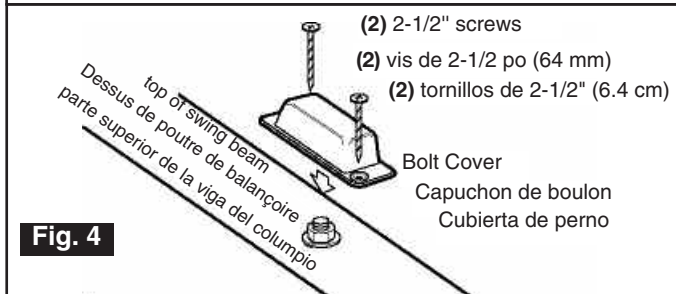

Fig. 4
- Center supports across beam, mark and drill 5/16" holes. Attach using two 2-1/4" hex head bolts, 5/16" flat washers and loc nuts per bracket (Fig. 4).
- Place bolt covers over the top of the swing hangers and loc nuts. Secure to the supports using two 2-1/2" screws per bolt cover (Fig. 4).
- Centrez les supports sur la poutre, marquez et percez des trous de 5/16 po (8 mm). Fixez à l'aide de deux boulons à tête hexagonale de 2-1/4 po (57 mm), de contre-écrous et rondelles plates de 5/16 po (8 mm) par fixation (Fig. 4).
- Placez les capuchons de boulon sur le dessus des crochets de balançoire et des contre-écrous. Fixez le tout solidement aux supports à l'aide de deux vis de 2-1/2 po (64 mm) par capuchon de boulon (Fig. 4).
- Centrar los soportes a través de la viga; marcar y taladrar agujeros de 5/16" (0.8 cm). Unir utilizando dos pernos con cabeza hexagonal de 2-1/4" (5.7 cm), arandelas planas de 5/16" (0.8 cm) y contratuercas por soporte (Fig. 4).
- Colocar las cubiertas de los pernos sobre la parte superior de los colgadores de columpio y las contratuercas. Asegure los soportes utilizando 2 tornillos de 2-1/2" (6.4 cm) por cubierta de perno (Fig. 4).